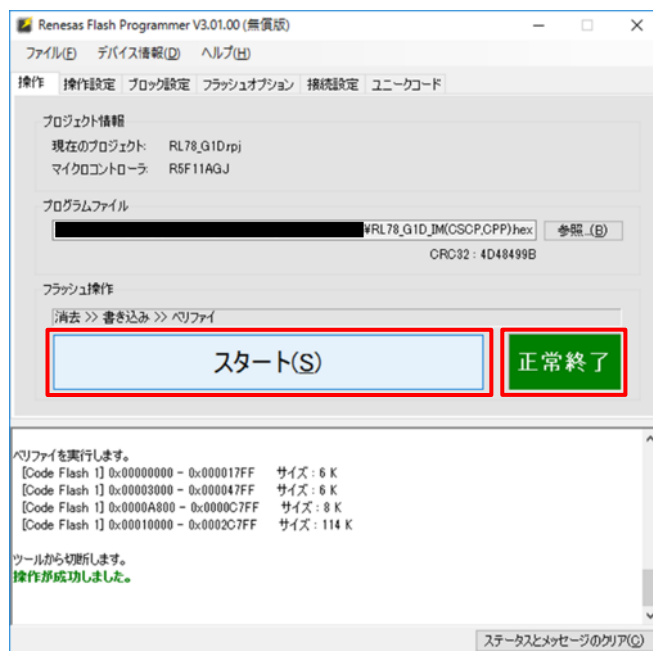

図 3-5 ファームウェアの書き込み
- (4) 操作タブにて、[スタート]を押し、プログラムを書き込みます。書き込みが正常に終了すると、[正常終了]と表示されます(図 3-5)。